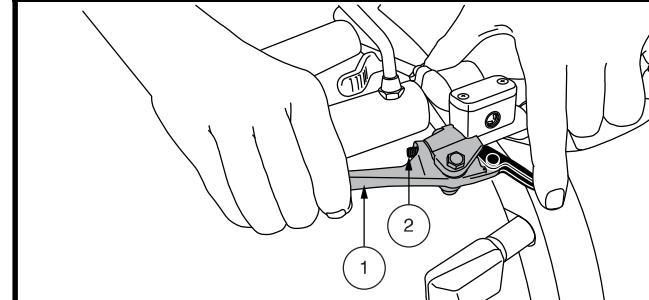

Figure 2. Levier de frein à main
**NOTE:** L'efficacité du frein à main, c'est-à-dire la rapidité avec laquelle la pression sur le levier de frein à main arrêtera votre véhicule, peut être modifiée en serrant ou en desserrant la vis de réglage située sur le levier de frein à main. Voir figure 2
1. Trouvez les leviers sur la section arrière de la véhicule. **Voir la figure 2.**